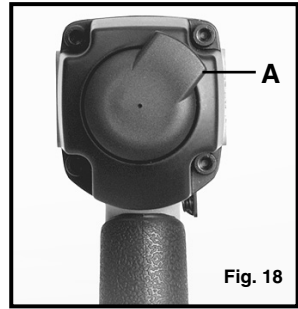

Fig. 18
5. Ajuste el desviador direccional de escape (A) Fig. 18, de manera que el aire de escape salga en una dirección alejada del operario. El desviador de escape provee 8 posiciones de detención para dirigir el escape en un sentido opuesto al operario. Agarre el desviador y dele vuelta a la posición deseada para la aplicación actual.